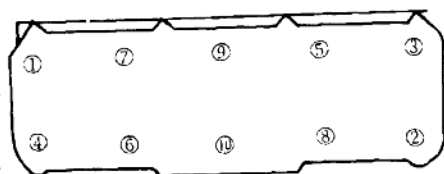
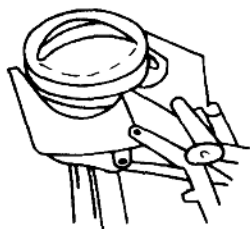

图 2-3 缸盖螺栓拆卸顺序
图 2-4 拆卸活塞环
(1) 首先放出发动机机油。
(2) 依次拆下安装在发动机外表面上的附属总成: 分电器、交流发电机及皮带、水泵、汽油泵、化油器、起动机、机油滤清器、变速器和离合器支架及离合器。
(3) 拆下发动机气缸罩盖, 取出密封垫, 旋下各缸火花塞。
(4) 按以下顺序拆卸凸轮轴及其正时齿轮:
① 拆去正时齿轮上、下护罩, 松开齿形皮带张紧轮, 取下齿形皮带。
② 拆卸正时齿形皮带轮固定螺栓, 取下正时齿形皮带轮。
③ 松开凸轮轴轴承的紧固螺母, 拧松顺序从两端向中间进行, 拆下凸轮轴的轴承盖, 水平向上取下凸轮轴。
(5) 取下液压挺杆。
(6) 拆卸并分解气缸盖:
① 按如图 2-3 所示顺序依次卸下各缸盖螺栓。
② 利用专用工具取下各缸气门弹簧座锁片, 取下气门弹簧座、气门杆油封、气门弹簧, 最后取出气门, 并按气缸顺序排列好各缸气门等零件。
(7) 拆卸活塞连杆组:
① 从两端向中间逐个松开并取下油底壳螺栓, 用专用工具割除气缸体与油底壳的密封层, 取下油底壳及其密封垫。
② 拧下相应的螺栓, 取下 O 形密封圈, 从而取下吸油管。
③ 拆下机油泵紧固螺栓, 卸下机油泵总成。
④ 转动曲轴, 使第一、四缸活塞处于下止点位置, 用扭力扳手分两次将连杆螺母松开, 取下连杆轴承盖, 并按顺序放好。推动连杆使之与轴颈分离, 并用木手柄轻轻推击连杆大头, 将活塞连杆组缓缓从气缸上端推出。取出后按原气缸顺序放好。再转动曲轴 180°, 以同样方法卸下二、三缸活塞连杆组, 并按气缸顺序摆放好各活塞连杆组, 以便检修。
(8) 活塞连杆组解体:
① 用活塞环钳将活塞环从活塞上取下, 如图 2-4 所示, 并按原配气缸顺序分别放置。
② 取下活塞销卡环, 用压力机从活塞中压出活塞销, 拆下连杆, 并将同一气缸的活